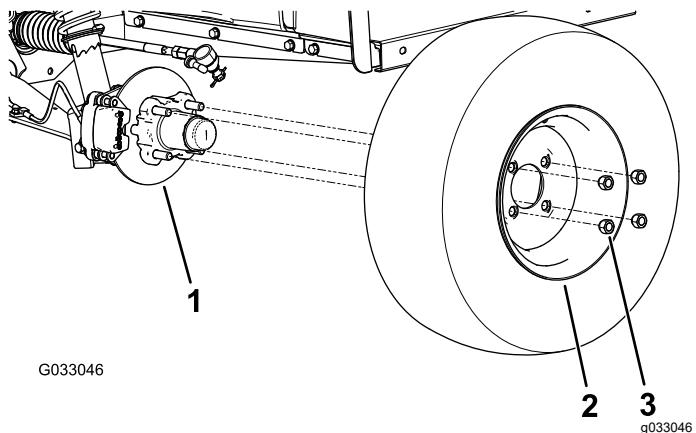

Figura 23
2. Retire as 4 porcas de rodas que prendem a roda ao cubo (Figura 23).
4. Alinhe os orifícios na roda com os pinos do cubo e monte a roda no cubo com a haste da válvula para fora (Figura 23).
5. Prenda a roda ao cubo utilizando as porcas das rodas (Figura 23).